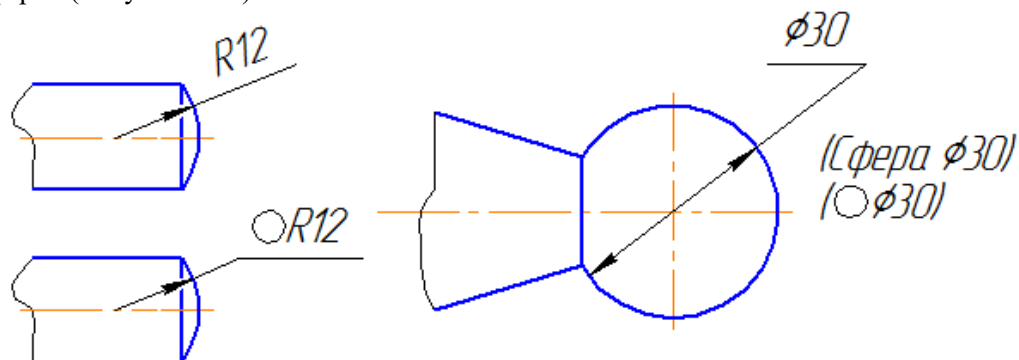

Рисунок 3.16
При указании размера диаметра во всех случаях перед размерным числом наносят знак $\varnothing$. Перед размерным числом диаметра (радиуса) сферы также наносят знак « $\varnothing$ » (R) без надписи «Сфера» (Рисунок 3.16).